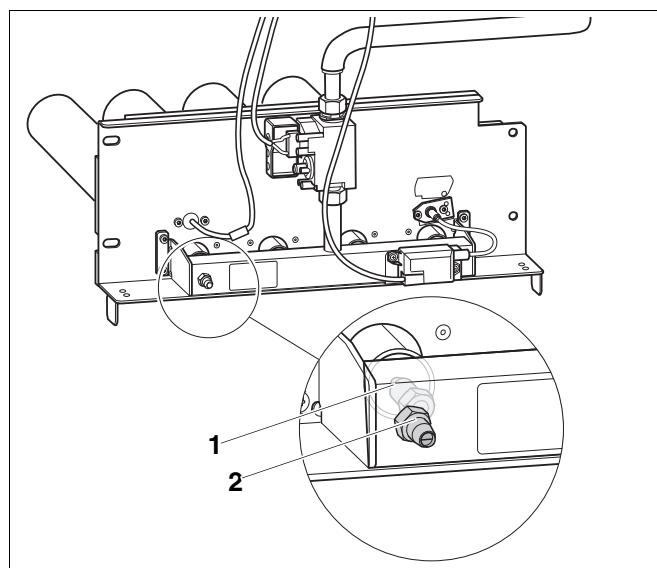

Рис. 48 Замена форсунок основного газа
- Заменить форсунки основного газа (рис. 48, **поз. 1**) на форсунки для нового вида газа. При этом нужно установить новые уплотнения.
- На два оборота открутить измерительный ниппель (рис. 48, **поз. 2**) на газораспределительной гребенке и надеть измерительный шланг U-образного манометра.